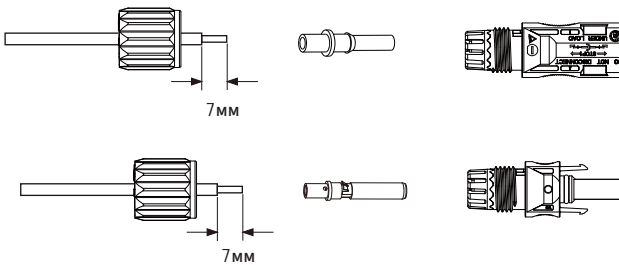

Рис. 5.3 Розбирання накидної гайки роз'єму
- a) Зачистіть провід постійного струму приблизно на 7 мм, відкрутіть накидну гайку роз'єму (див. рис. 5.3).